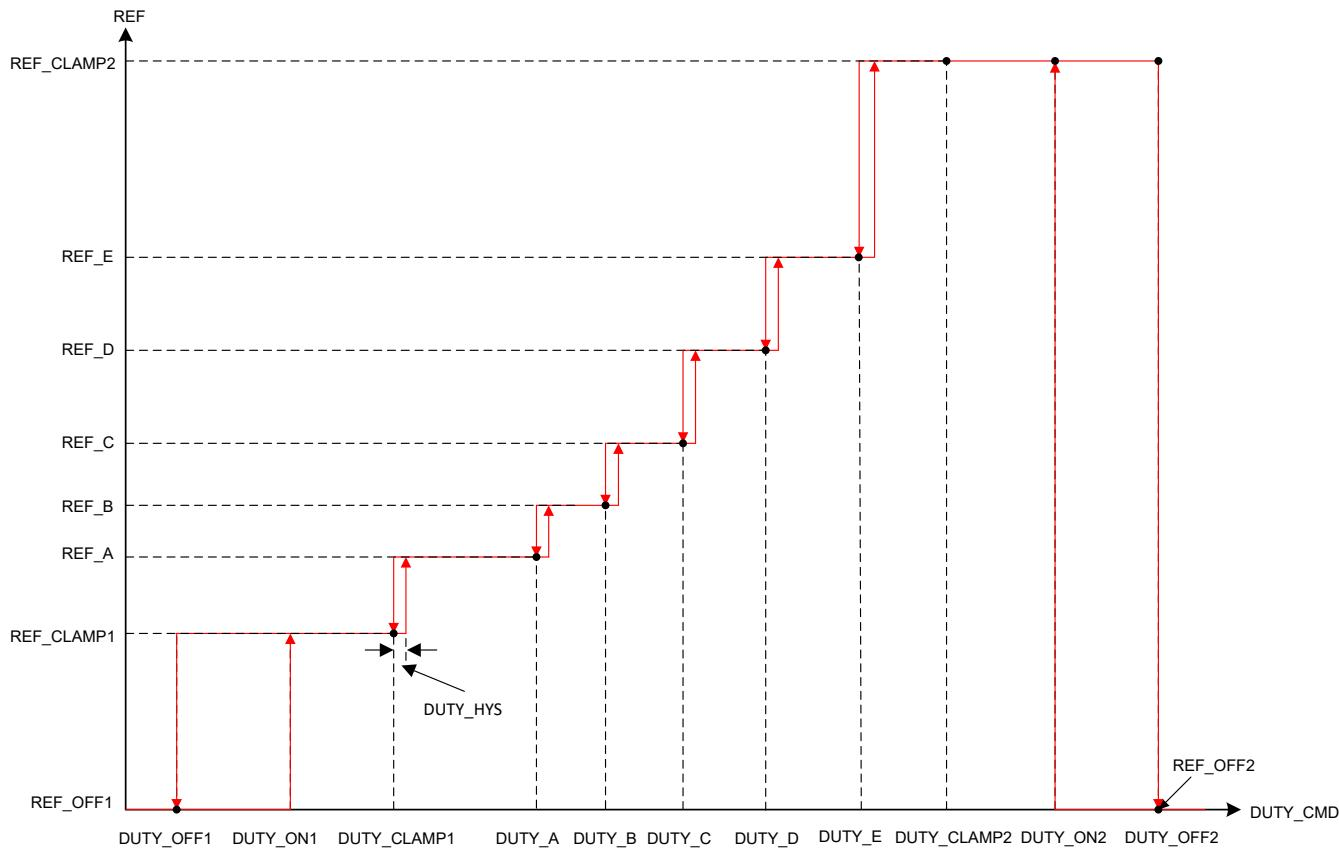

图 7-11. 阶梯控制曲线
- `DUTY_OFF1` 和 `DUTY_ON1` 配置基准控制输入 `REF_CLAMP1` 和 `REF_OFF1` 周围的迟滞，如图 7-11 所示。
- `DUTY_A` 配置基准 `REF_A` 的占空比命令。基准在 `DUTY_CLAMP1` 处具有范围为 `REF_CLAMP1` 至 `REF_A` 的阶跃变化。`DUTY_A` 到 `DUTY_E` 的顺序必须与图 7-11 中所示的顺序相同。
- `DUTY_OFF2` 和 `DUTY_ON2` 配置基准控制输入 `REF_CLAMP2` 和 `REF_OFF2` 周围的迟滞，如图 7-11 所示。